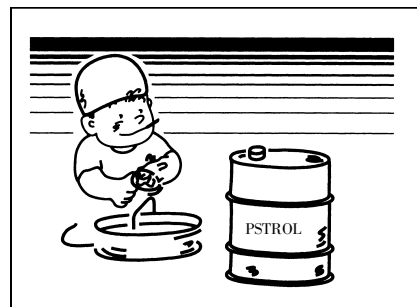

Рис.2-4
- Строго запрещается курение при заправке или проверке электропитания. (Рис.2-4)